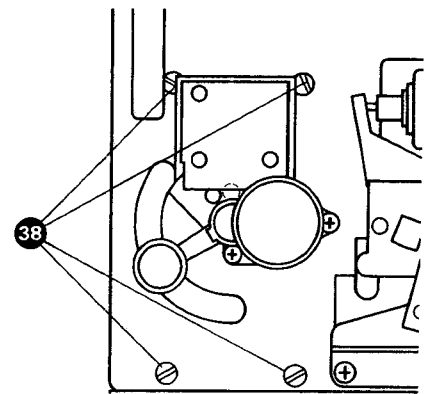

Fig. 3.16.-1
- 4 Schrauben 38 (Fig. 3.16. - 1) von der Oberseite lösen.
- Remove 4 screws 38 (fig. 3.16. - 1) from the front of the recorder.
- Dévisser les 4 vis 38 (Fig. 3.16. - 1) de la partie supérieure.